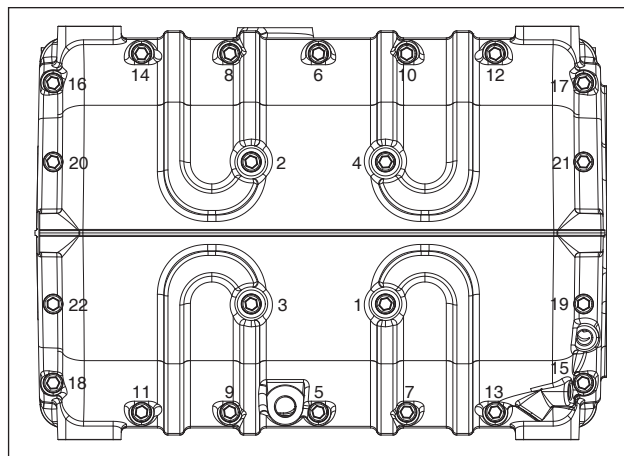

Fig. 112/a
Mediante cutter e spessore tagliare la parte in eccedenza delle tenute OR uscenti dalla linea di giunzione carter anteriore e posteriore in corrispondenza della flangia albero a gomiti (pos. ①, Fig. 112 e Fig. 112/a).